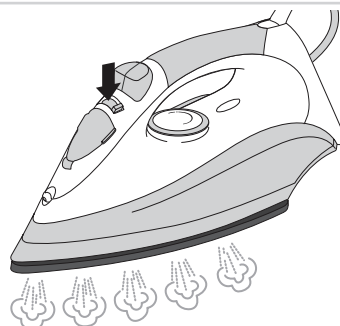

Figuur 3
Met de sproeifunctie kunt u de stof die u aan het strijken bent, nat maken. Het is dan eenvoudiger om eventuele kreukels in de stof te verwijderen. De sproeifunctie kunt u bij elke temperatuur gebruiken door de sproeifunctieknop (6) in te drukken (zie figuur 3).